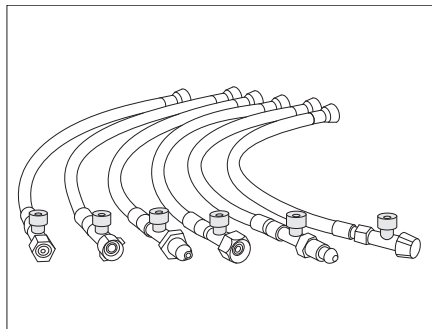

Fig. 90 Tuyaux flexibles haute pression avec sécurité de rupture de flexible (variantes spécifiques de pays)
- Appuyer fermement sur le bouton vert du tuyau flexible haute pression (Fig. 90).